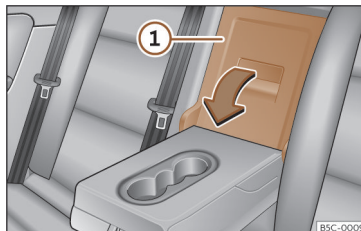

Fig. 183 No encosto do banco traseiro: abertura da tampa.
- Puxe a alavanca de desbloqueio no sentido da seta e rebata completamente a tampa >>> **Fig. 183** ① para a frente.